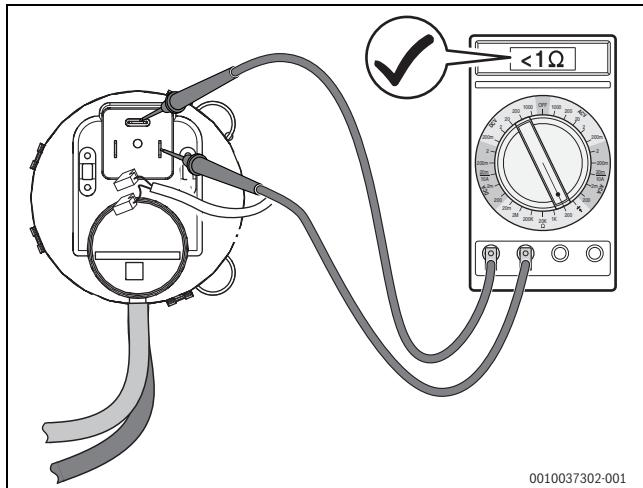

Рис. 82 Проверка проводимости дифференциального реле давления (реле в порядке)
- ▶ Отсоедините электрические провода на дифференциальном реле давления и измерьте сопротивление на контактах (→Рис. 82). Если измеренное значение < 1 Ом, то дифференциальное реле давления в порядке.